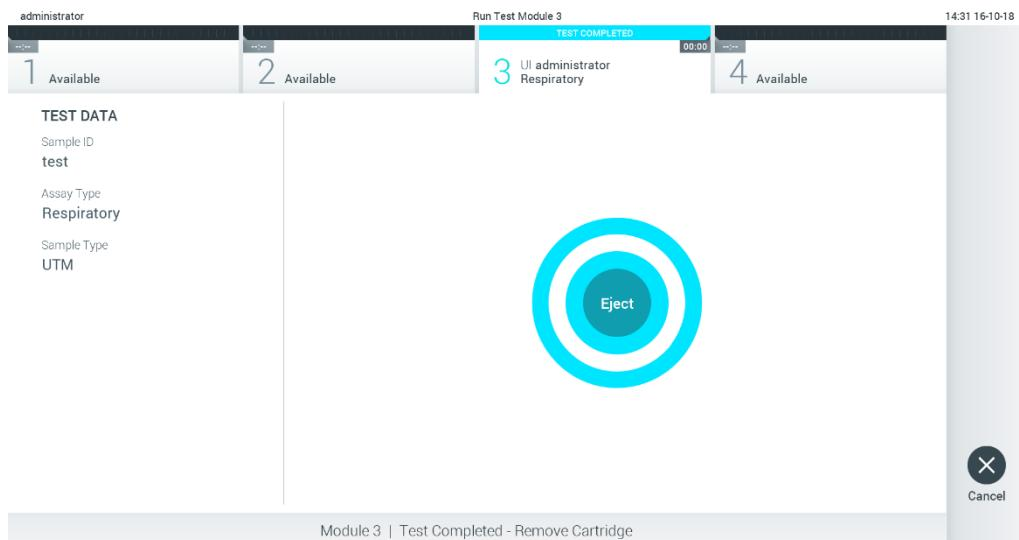

Figura 29. Afisarea ecranului Eject (Scoatere).
10. După ce testarea este finalizată, va apărea ecranul **Eject** (Scoatere) (Figura 29). Apăsați **Eject** (Scoatere) pe ecranul tactil pentru a scoate cartușul de test QIAstat-Dx și eliminați-l ca biodeșeu periculos, în conformitate cu toate regulamentele și legile naționale, regionale și locale privind sănătatea și securitatea în muncă.